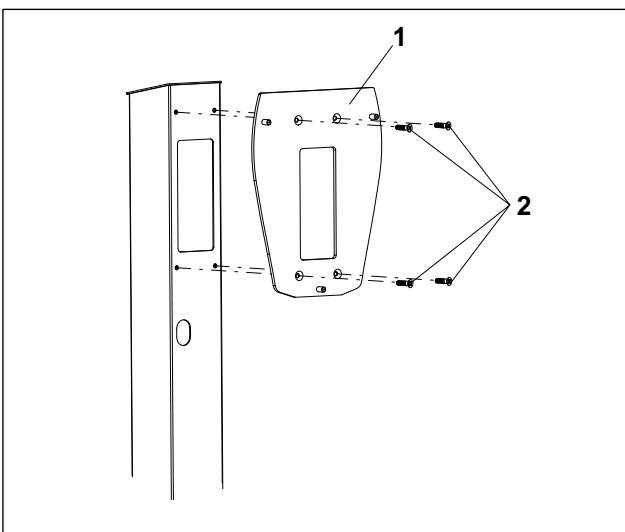

Abb. 1 Befestigung der Adapterplatte
1. Befestigen Sie die Adapterplatte (Abb. 1/1) mit Hilfe der beige packten vier Senkkopfschrauben M6x16 (Abb. 1/2) an der Stele. Anzugsmoment 7 Nm.